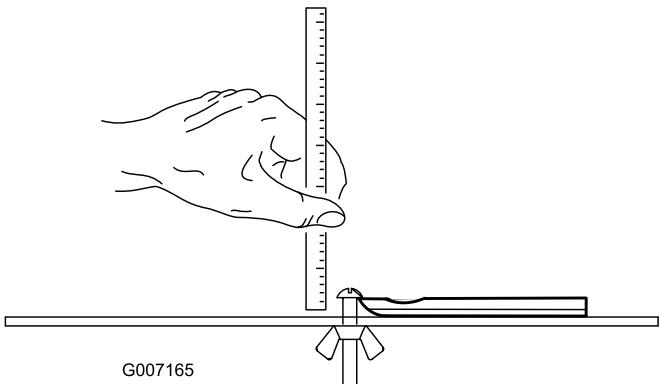

Figura 28
**Nota:** Tutte le misure relative al limite di assistenza della controlama vengono prese dall'estremità inferiore della controlama (Figura 28).